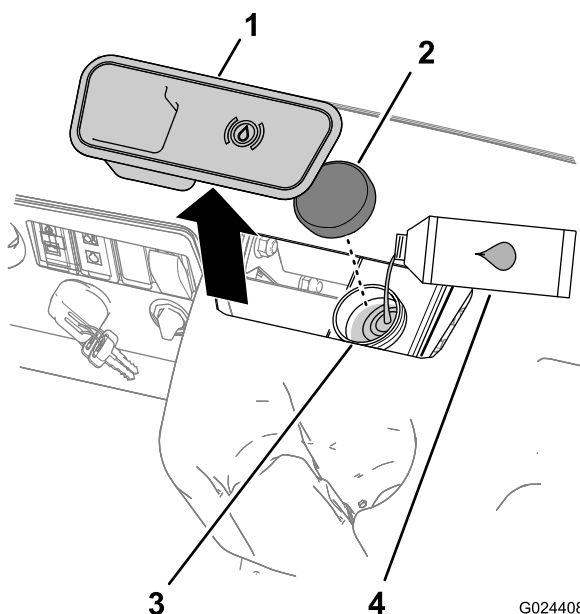

Figure 13
2. Enlevez l'obturateur en caoutchouc au centre et en haut du tableau de bord pour accéder au maître-cylindre et au réservoir (Figure 13).
- A. Nettoyez la surface autour du bouchon du réservoir et enlevez le bouchon (Figure 13).
- C. Remettez le bouchon du réservoir (Figure 13).